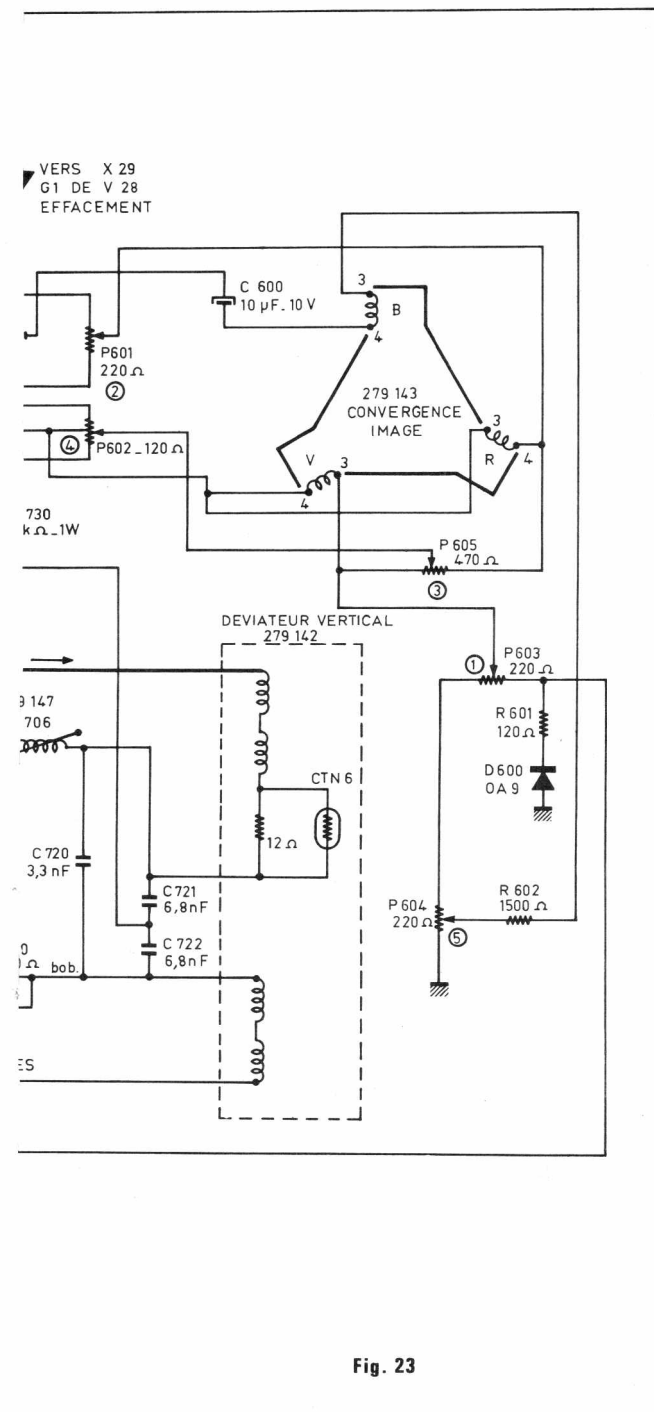
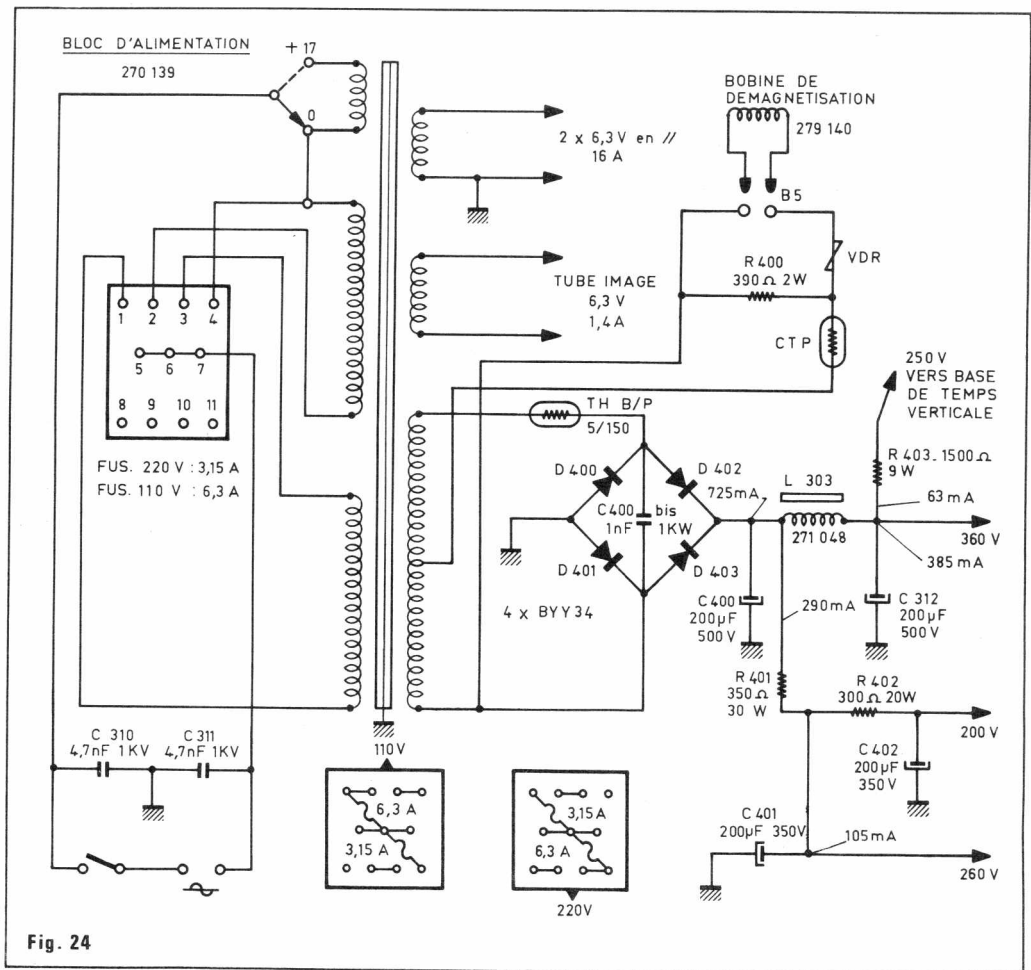

Fig. 23
Fig. 24
Son schéma, qui doit être associé à celui de la base de temps lignes est représenté sur la figure 23.
Sur le schéma de la figure 23, C709 est connecté au curseur du potentiomètre P700 réglant la fréquence trame. Ce condensateur est un électrochimique de 1 microfarad 250 V service dont une extrémité est à la masse et l'autre extrémité est reliée par le point X₂₆ à la base de temps lignes. Si l'on se reporte au schéma de cette base de temps (voir figure 21) on retrouve le point X₂₆ sur la flèche reliée à la résistance R758, marquée « vers blocking fil rouge ». On a vu au cours de l'analyse du schéma de la base de temps lignes que le point X₂₆ transmet à la base de temps trame et plus particulièrement au blocking, la tension d'alimentation de la plaque de la triode V20 (C).
2° pas de transmission du signal de trame. Ceci peut être dû à de nombreuses causes que l'on trouve aisément par la lecture du schéma de la figure 23.
Consultons le schéma général de l'alimentation du téléviseur, on voit sur ce schéma que nous reproduisons à la figure 24 que le point 250 V « vers base de temps verticale » est connecté au point 360 V par la résistance R403 de 1 500 ohms 9 W, traversée par un courant de 63 mA. Cette disposition permet, par conséquent l'existence de la tension de + 360 V et l'absence de celle de + 250 V. Il suffit pour cela que C719 (en haut de la figure 23) soit claqué.
On examinera par conséquent la lampe séparatrice trieuse V18 représentée par le schéma de la figure 23.
La lampe V22 est alimentée à partir d'une tension de 200 V provenant directement de l'alimentation (fig. 24).
Les dispositifs de trame sont sur le schéma de la figure 23 et ceux de lignes sur la figure 21.
Le point X₂₂ se trouve sur la figure 21 (base de temps lignes) et le point X₂₃ sur la figure 23 (base de temps trame).